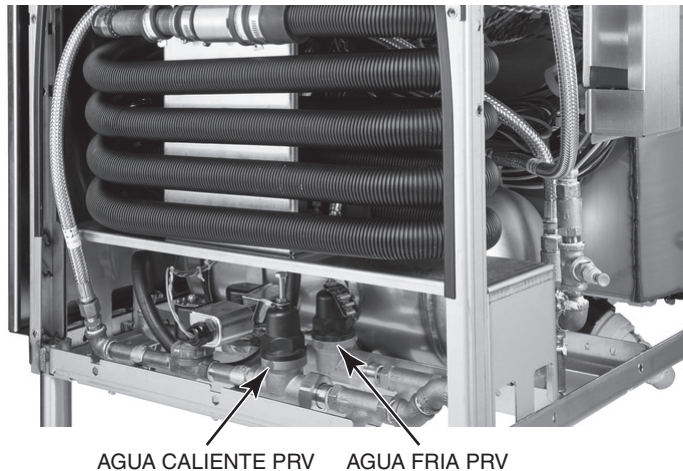

Figura 18
7. Mientras esto sucede, ajuste el regulador de presión de agua caliente del enjuague final (Figura 18) hasta que el manómetro indique 20 ± 5 PSI.